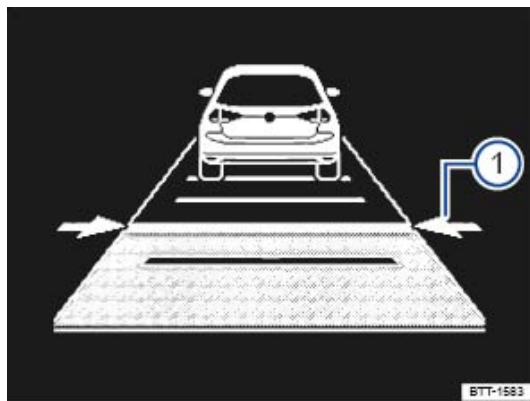

Fig. 122 Sur l'afficheur du combiné d'instruments : réglage de la distance d'écart (schéma de principe, régulateur de distance actif)
L'afficheur du combiné d'instruments indique le niveau réglé ⇒ Fig. 122①. Veuillez respecter les réglementations propres à chaque pays en ce qui concerne la distance d'écart minimale.